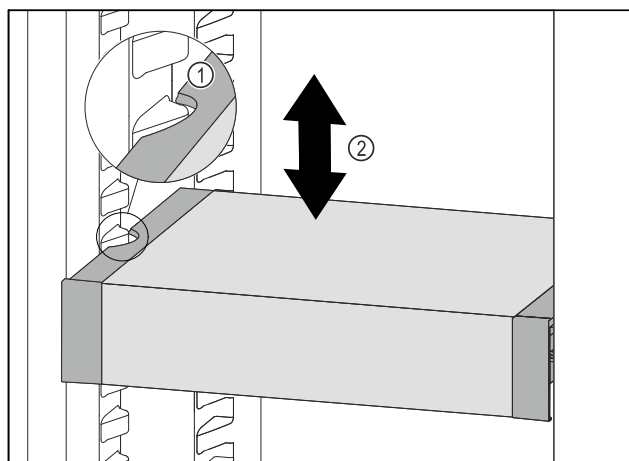

Fig. 160
- Tirare VarioSafe in avanti fino a quando le cavità laterali di VarioSafe non si trovano al livello della nervatura del contenitore nel vano frigorifero. Fig. 160 (1)
- Spostare VarioSafe verso l'alto o verso il basso nel vano frigorifero fino a raggiungere l'altezza desiderata. Fig. 160 (2)